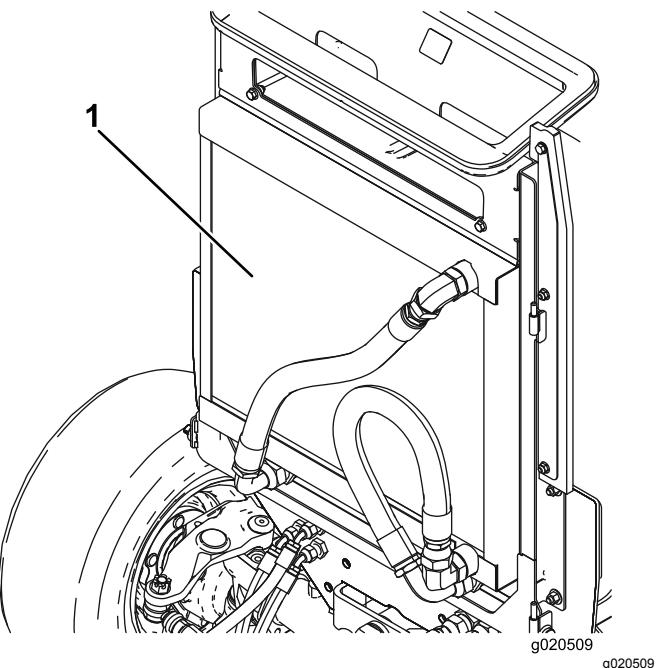

**Рисунок 91**
1. Откройте защелку и откиньте заднюю решетку (Рисунок 91).